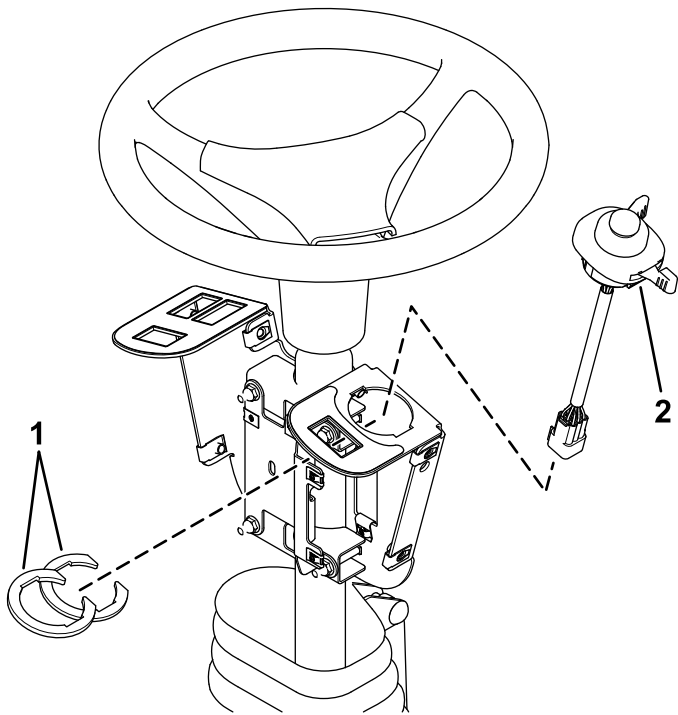

Figura 5
2. Instale el interruptor multifunción en el soporte de los interruptores y sujételo usando las grapas circulares debajo del orificio del interruptor (Figura 5).